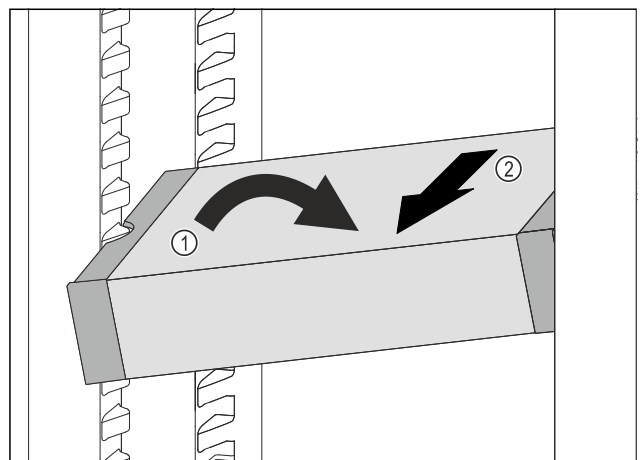

Fig. 166
- Impostare il vano frigorifero di VarioSafe ad angolo. Fig. 166 (1)
- Rimuovere VarioSafe tirando in avanti. Fig. 166 (2)